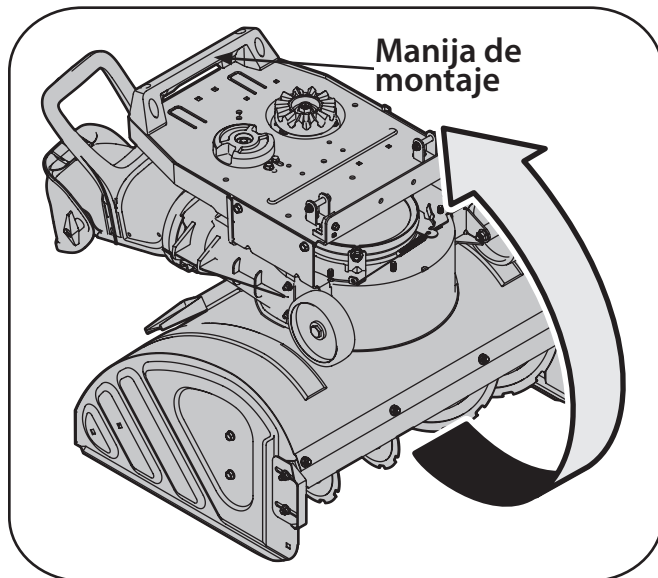

Figura 7-4
4. Inclíne con cuidado el accesorio quitanieve FLEX™ hacia adelante sobre el frente de la caja de la barrena como se indica. Use la manija de montaje que se indicó en la Figura 7-4 para inclinar esta unidad hacia adelante. NUNCA use la manija del canal para inclinar esta unidad hacia adelante, para levantarla ni para ninguna otra función que no sea girar el canal de descarga a la izquierda o la derecha.